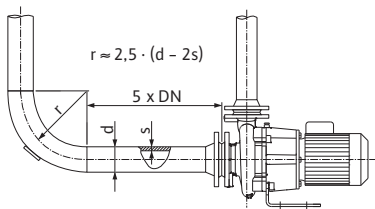

Fig. 3: Secção de regulação antes e depois da bomba
- Antes e depois da bomba, tem de ser prevista uma secção de regulação na forma de uma tubagem recta. O comprimento da secção de regulação deve ser no mínimo de 5 x DN da flange da bomba (ver fig. 3). Esta medida destina-se a prevenir a cavitação de corrente.